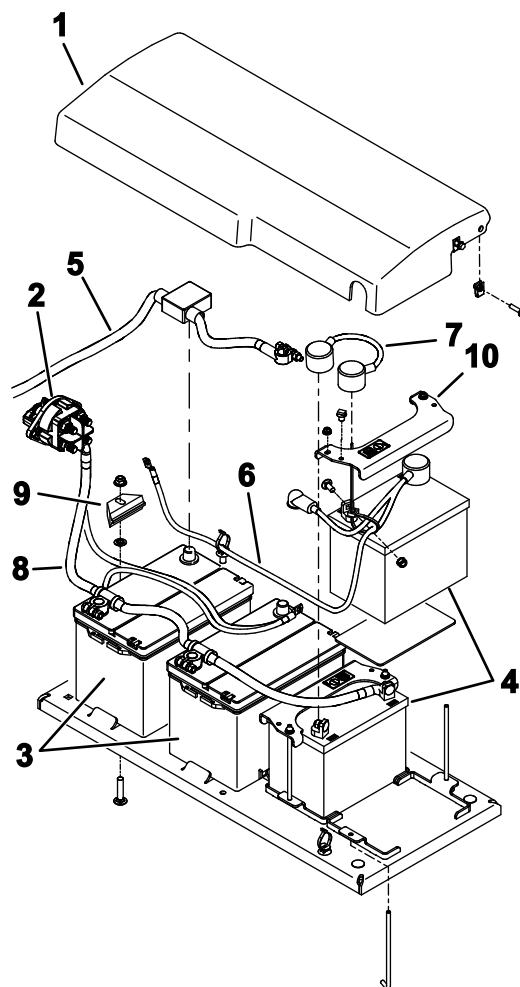

Рисунок 113
6. Снимите крепежные детали, с помощью которых крышка аккумуляторной батареи подсоединена к машине, и снимите крышку (Рисунок 113).
9. Осторожно снимите аккумуляторные батареи с машины (Рисунок 113).
1. Закрепите аккумуляторные батареи с помощью прижимов (Рисунок 113).